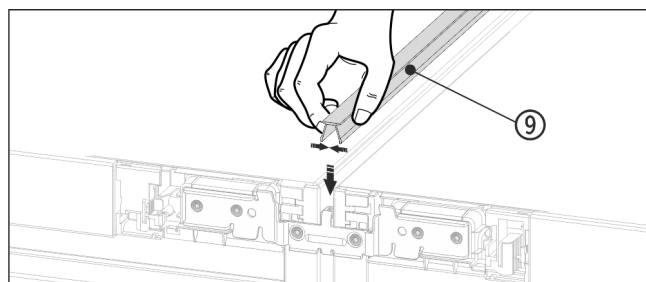

Fig. 20
- ▶ Sur le côté supérieur, pousser la baguette Fig. 20 (9) courte dans la fente horizontale.